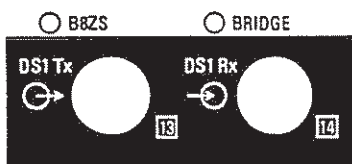

Figure 3-11: DS1 Transmit and Receive Jacks
3.2.9 DS1 Tx [13] and Rx [14]: See Fig 3-11.